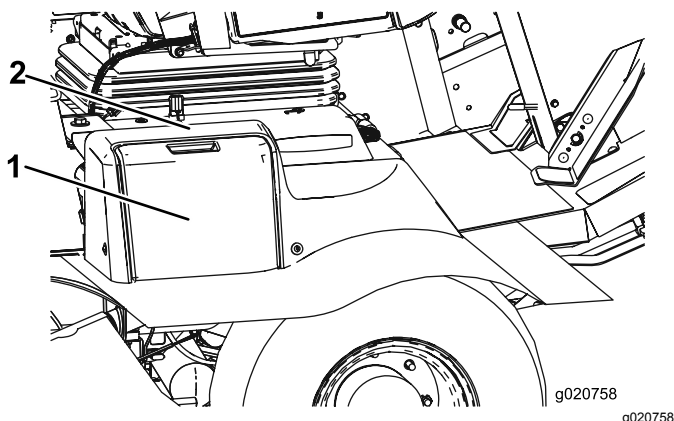

Figura 80
1. Abra a cobertura da bateria (Figura 80). no lado do resguardo.
Nota: Pressione a superfície plana por cima da cobertura da bateria para facilitar a remoção da cobertura (Figura 80).